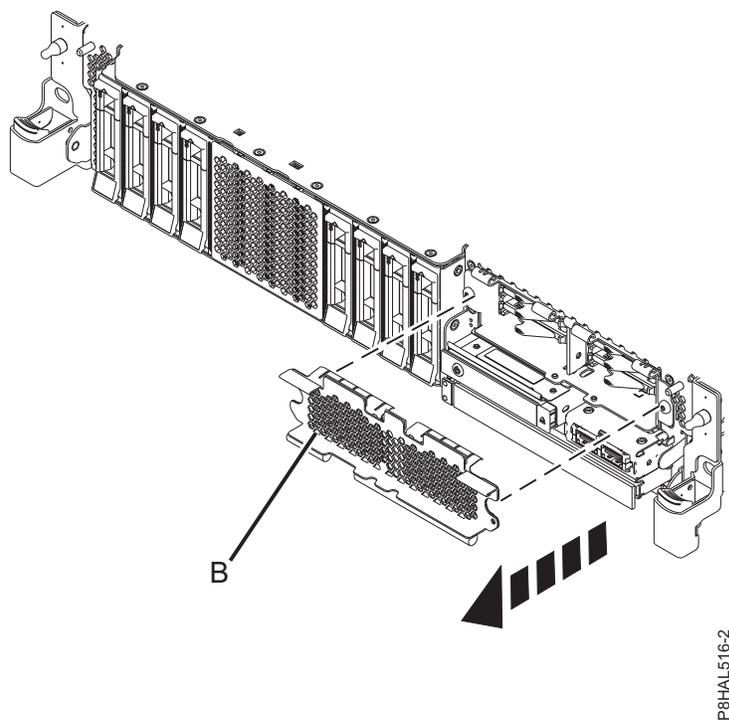

図 52. 拡張機能 システム内の SSD スロットにアクセスするための SSD ケージ・カバーの取り外し
11. SSD スロットにアクセスするために、58 ページの図 52 に示すように SSD ケージを覆っている穴開きプレート (B)を取り外します。